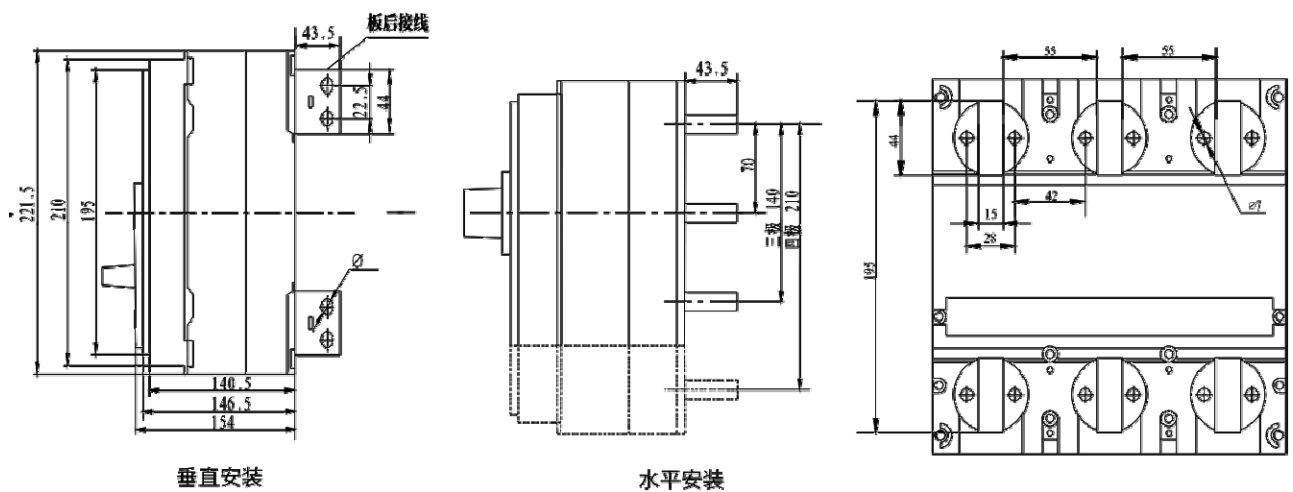

图 5
3.4 HSM6E-1600 板后接线外形及安装、开孔尺寸见图 5